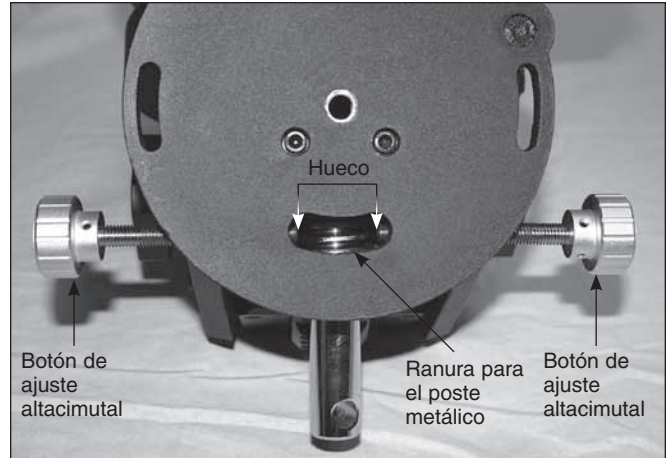

Figura 9. Si los pernos de ajuste del acimut ya están instalados, asegúrese de que hay un gran hueco entre ellos en la ranura.
2. Antes de acoplar la montura, si están instalados los botones de ajuste del acimut, asegúrese de que hay un gran hueco entre los pernos (**figura 9**).